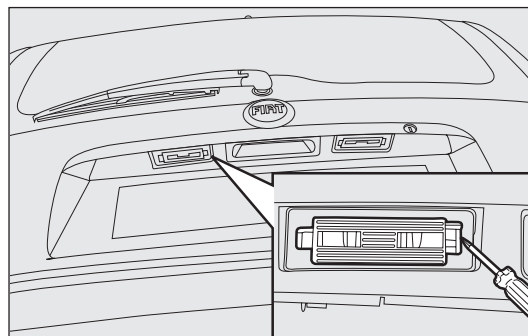
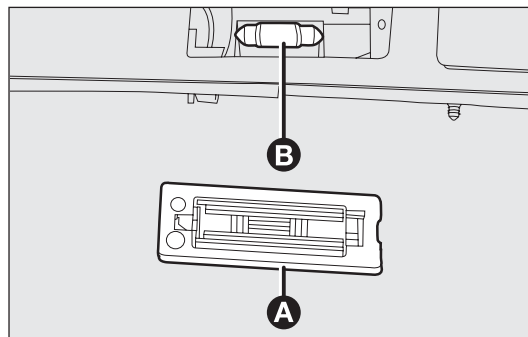

fig. 155
fig. 156
- agir sur l'agrafe de maintien à l'aide d'un tournevis comme indiqué à la fig. 155 et extraire le transparent A-fig. 156 et l'ampoule hors de la douille B ;